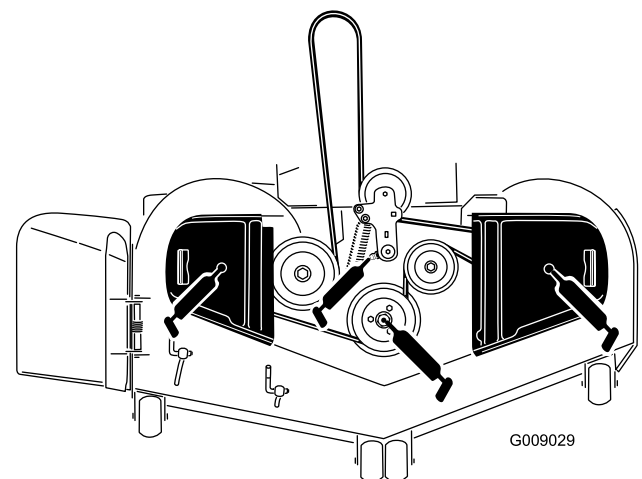

Bild 43
3. Fetten Sie das Drehgelenk der Mähwerkspannscheibe ein, bis Schmiermittel unten austritt (Bild 43).
4. Schmieren Sie die drei Spindellager ein, bis das Schmiermittel aus den unteren Dichtungen austritt (Bild 43).